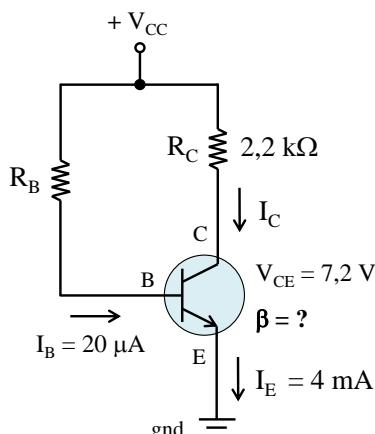

Figura 4.
**Questão 6** – No circuito da Figura 4, calcular  $I_C$ ,  $V_{CC}$  (fonte DC), o ganho  $\beta$  e  $R_B$ .